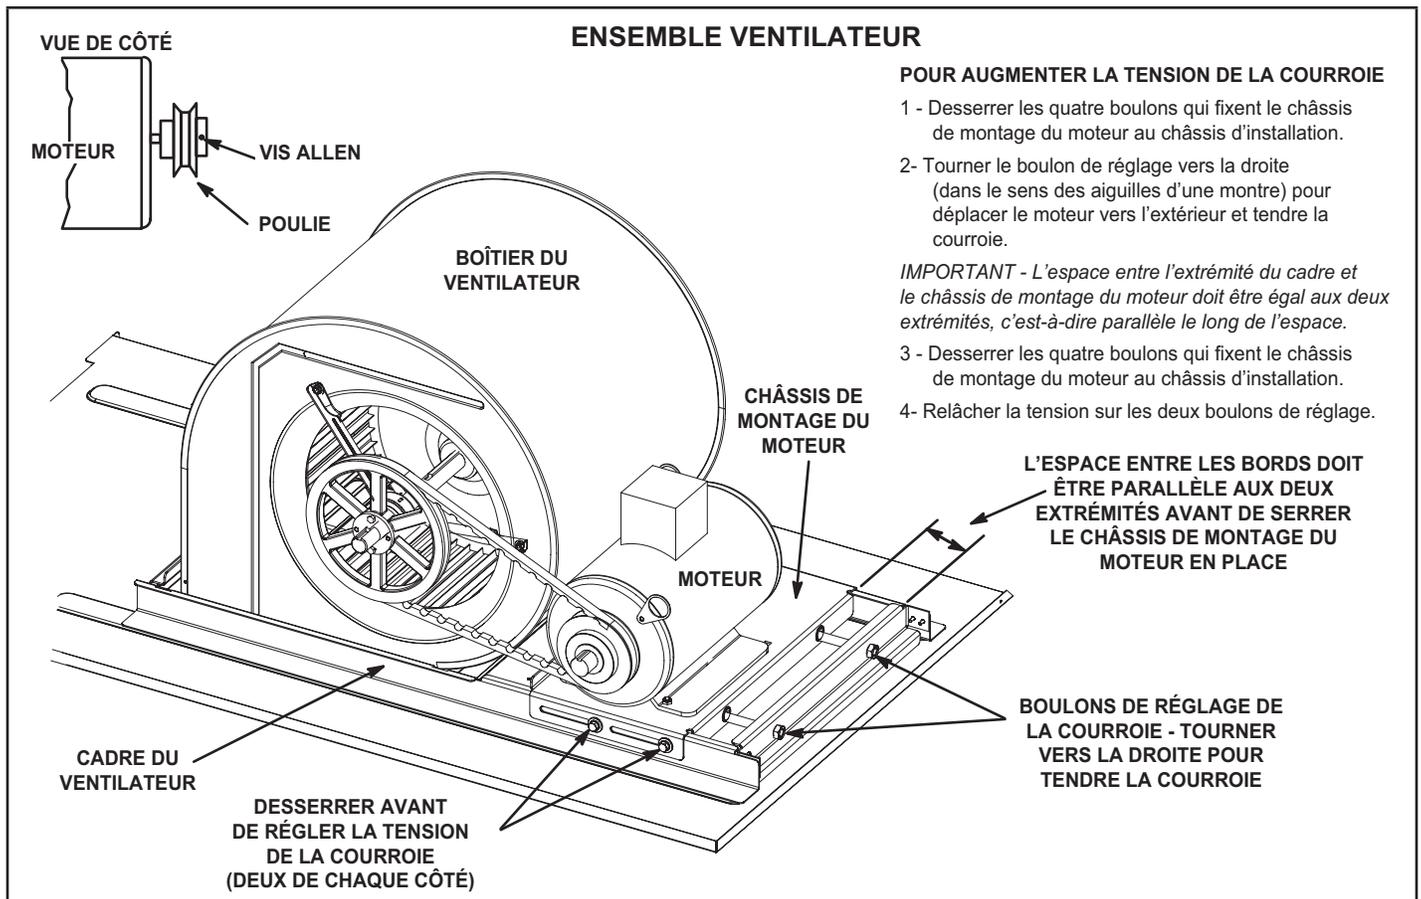

FIGURE 18
- 4 - La vitesse du ventilateur peut être réglée au niveau de la poulie du moteur. Desserrez la vis Allen et tournez la poulie réglable dans le sens des aiguilles d'une montre pour augmenter le débit. Tournez dans le sens inverse des aiguilles d'une montre pour diminuer le débit. Reportez-vous à la FIGURE 18. Serrez la vis à six pans creux après le réglage. Ne dépassez pas les nombres minimum et maximum de tours de poulie indiqués au TABLEAU 6.